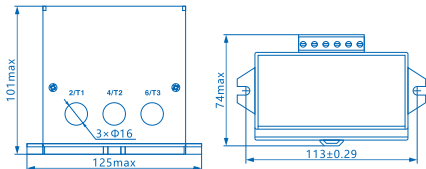

图2 NJBK1-80外形及安装尺寸
4.1 NJBK1-80外形及安装尺寸：见图2；产品重量约为0.41kg。